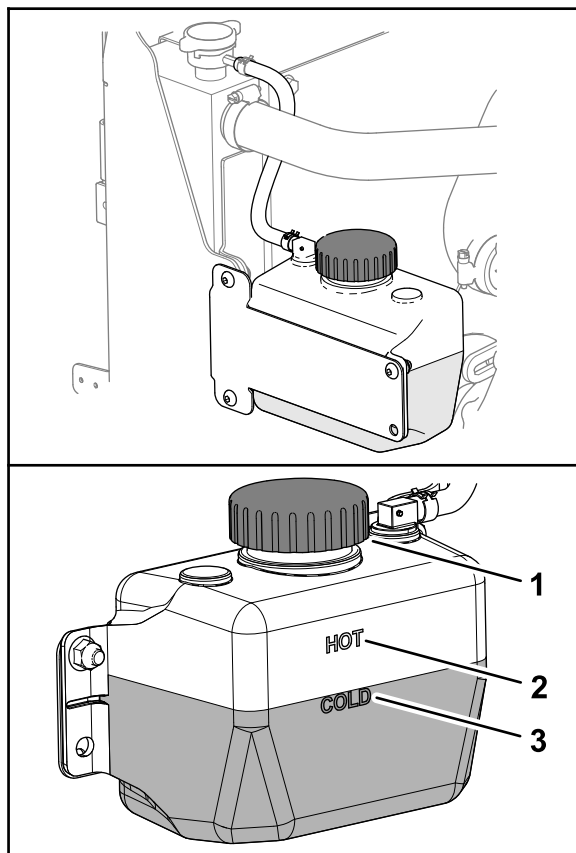

Figure 92
3. Vérifiez le niveau de liquide de refroidissement dans le réservoir (Figure 92).